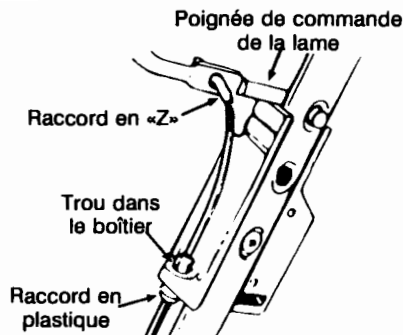

Figure 4
- Le câble de frein est attaché au moteur et l'autre extrémité est munie d'un raccord en «Z». Passez le câble au-dessus du guidon inférieur. Glissez l'extrémité du câble dans le trou du boîtier de l'obturateur, comme la figure 4. Poussez le raccord en plastique jusqu'à ce qu'il se bloque dans le trou du boîtier.
- Écartez la poignée de commande du guidon supérieur. Accrochez l'extrémité en «Z» du câble de frein dans le trou de la poignée de commande de la lame, de l'extérieur vers l'intérieur, comme la figure 4.